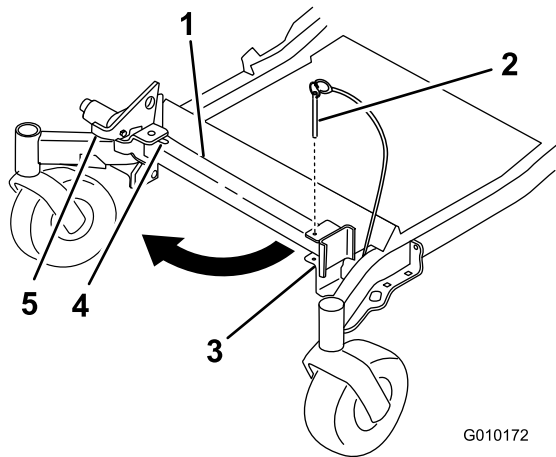
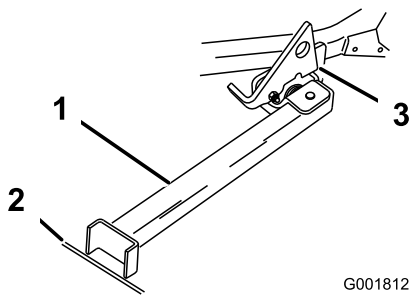

Figura 39
Figura 40
2. Retire el pasador del soporte (Figura 39).
- Levante el enganche. Gire el pie del soporte hacia adelante, y deslice el soporte hacia la máquina, hasta que encaje en la parte de abajo de la ranura (Figura 39 y Figura 40).
- Ponga el pie del soporte en el suelo con el enganche descansando sobre la pestaña de giro (Figura 40).
**Nota:** Para obtener los mejores resultados, coloque el pie del soporte en una ranura de la acera o en el césped (Figura 40).
- Conduzca la máquina sobre el soporte. Pare cuando el enganche caiga por encima de la pestaña a la posición bloqueada (Figura 40). Una vez que esté sobre el soporte, ponga el freno de estacionamiento y apague el motor.
- Ponga el soporte de nuevo en su posición de descanso (Figura 39).